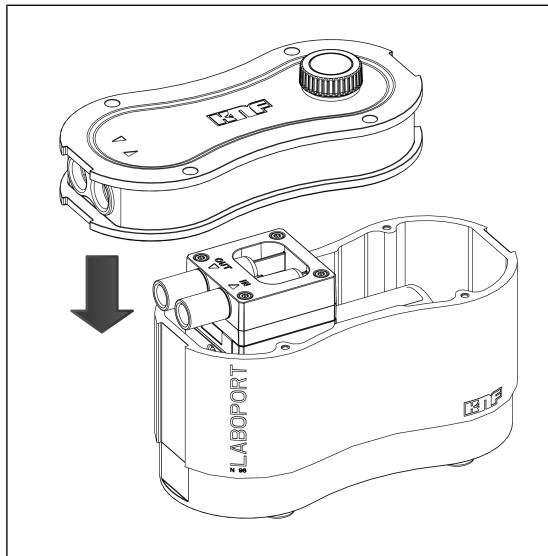

Fig.12: Mise en place du couvercle du carter
1. Remettez prudemment le couvercle du carter (Fig. 7/2) sur le carter de la pompe (3) (voir Fig. 12).